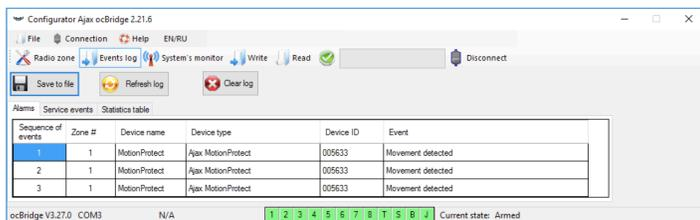
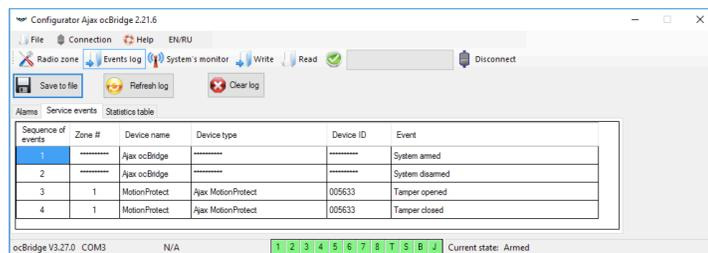

IMAGEN 11. Registro de eventos alarmantes
IMAGEN 12. Servicio de registro de eventos
5.6. La página “Memoria de eventos” guarda información acerca de los eventos alarmantes (IMAGEN 11), eventos de servicio (IMAGEN 12) y tablas de estadísticas (IMAGEN 13). Es posible renovar información en los registros de datos o borrarlos con el botón de “Log reset/Reestablecer registro”. Los registros contienen hasta 50 eventos alarmantes y 50 eventos de servicio. Con el botón “Save in file/Guardar en archivo”, es posible guardar los registros de eventos en formato xml el cual puede ser abierto en Excel.